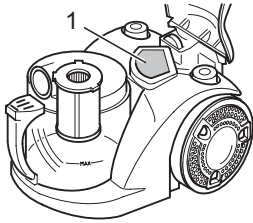

Abb. 23
8. Entnehmen Sie bei dieser Gelegenheit sogleich den Motorschutzfilter (Abb. 23/1).